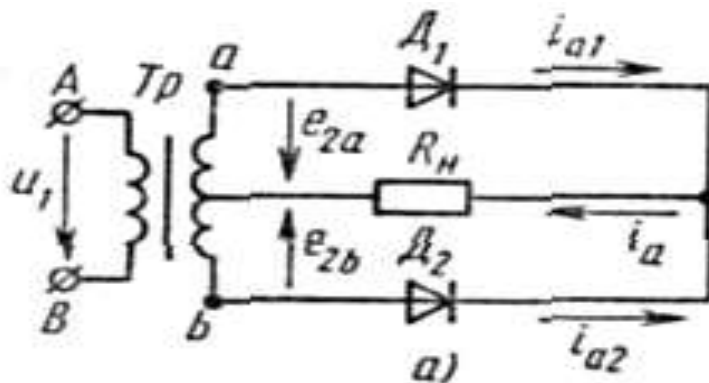

Рисунок 2 Схема однофазного двухполупериодного выпрямителя.
2) Какое буквенно-цифровое изображение имеет неуправляемый диод (рисунок 2)?